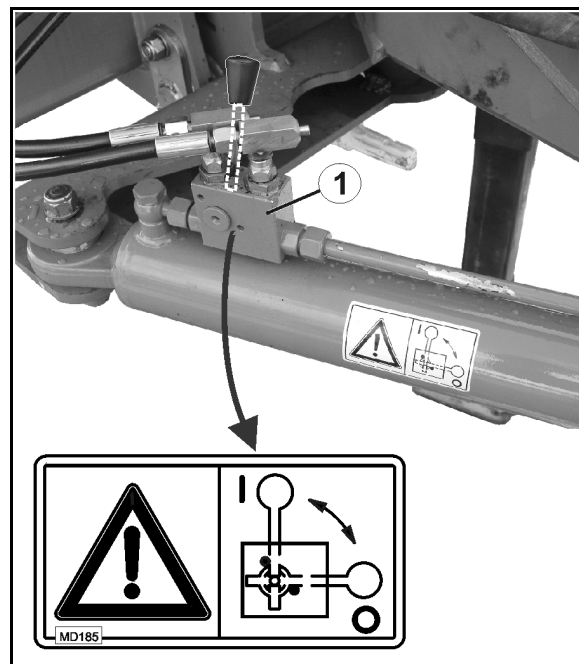

Fig. 62
4. Asigurați proțapul de direcție prin închiderea robinetului de blocare (Fig. 62/1) în poziția **0**.